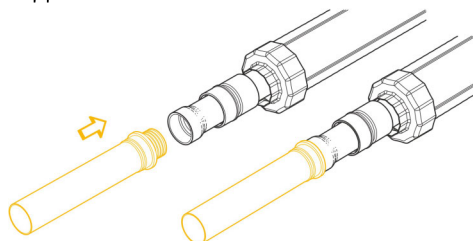

Рис. 5.7.8
6. Вставить втулку пресс-фитинга в расширенную часть напорной трубы до упора (рис. 5.7.8).